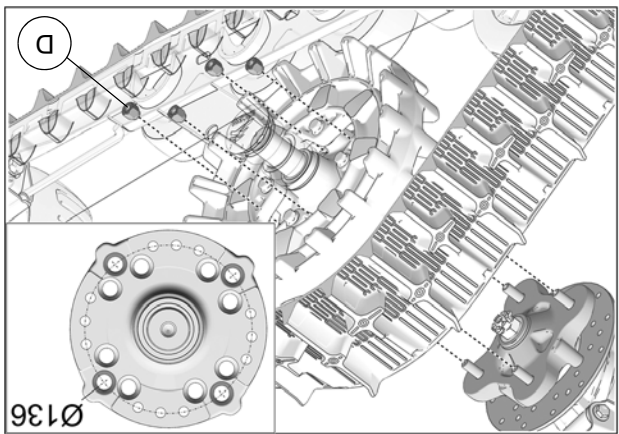

Fig. 12
11. Fixer le système de traction au moyeu de roue arrière. Utiliser le cercle de perçage de Ø136mm et les écrous de roue (D) fournis. Voir la Fig. 12